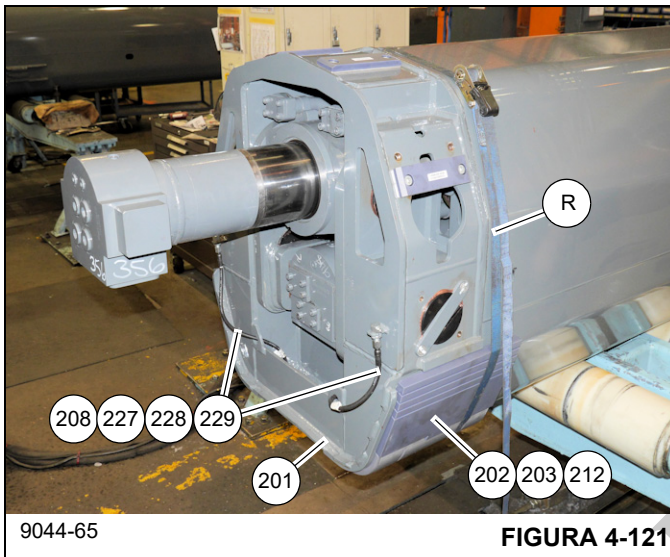
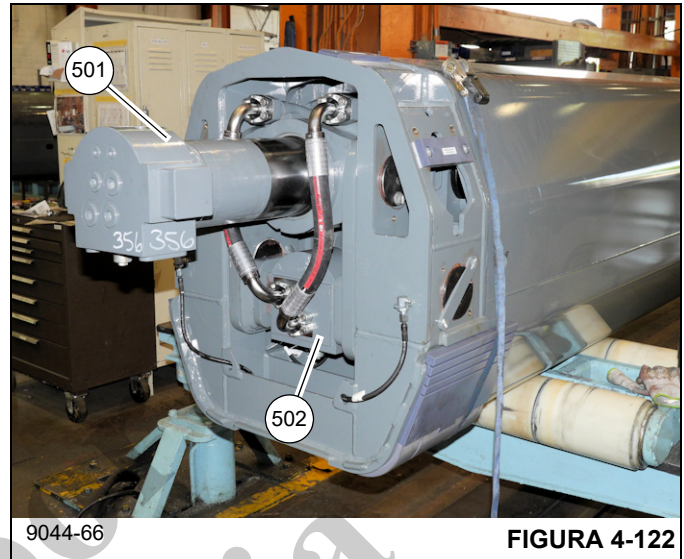

FIGURA 4-121
FIGURA 4-122
88. Instale suplementos (212) y almohadillas de desgaste (202, 203) en la parte inferior (como está orientada) de la sección telescópica 1 (201). Alinee los agujeros en los suplementos con los pasadores en la sección telescópica 1. Conecte los conjuntos de manguera de engrase al agujero trasero de cada almohadilla de desgaste (202). Fije las almohadillas de desgaste a la sección telescópica 1 (201) usando una tira de trinquete (R) (vea la Figura 4-121).
89. Coloque la base (101) en posición invertida sobre soportes adecuados detrás de la sección telescópica 1 (201).
90. Aplique grasa universal al interior de la parte superior, lateral y parte inferior de la base (101), en las áreas en donde las almohadillas de desgaste de la sección telescópica 1 (201) tocarán.
91. Rocíe grasa universal en la parte exterior de la sección telescópica 1 (201). Midiendo aproximadamente 1/4 de la distancia de la pluma desde la punta delantera, deje una franja de 5 pies de ancho sin grasa para instalar las almohadillas de desgaste.
92. Retire las placas de cubierta de los tubos hidráulicos del cilindro telescópico N.º 2 (501) y del bloque del cilindro telescópico N.º 1 (502). Instale anillos "O" nuevos en los extremos de las dos mangueras hidráulicas, luego instale las mangueras en los tubos de cilindro y bloque como se rotuló durante el desarmado (vea la Figura 4-122).